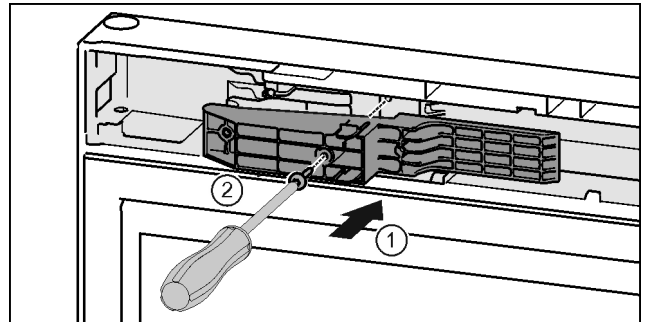

Fig. 48 \*
- ▶ Adapterstuk aan de greepzijde in de uitsparing plaatsen. Fig. 48 (1)\*
- ▶ Schroeven met schroevendraaier T15 vastschroeven. Fig. 48 (2)\*